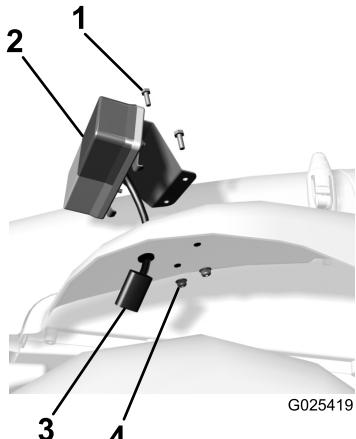

図 6
- 左側方向指示器を、左前フェンダの先ほど開けた穴に取り付ける（図 6）。